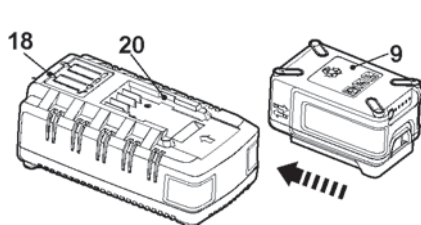

Fig. 6
- > Alignez la batterie [9] avec la rainure située sur le chargeur [20] puis faites-la coulisser jusqu'à ce qu'elle se verrouille en position (Fig. 6, 7).